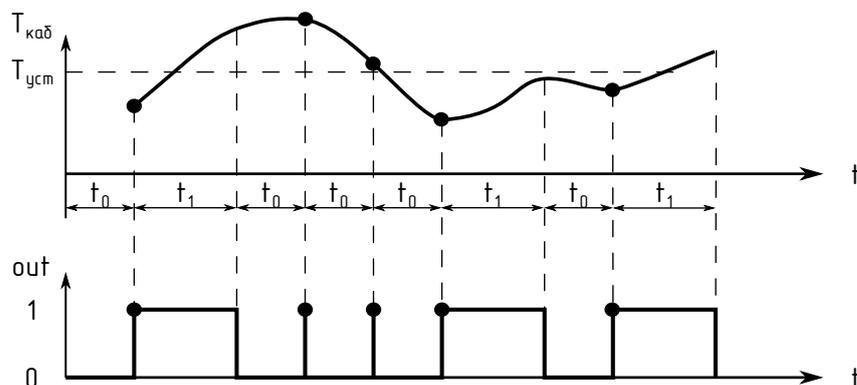

Рисунок 2.5 – Режим работы «По току саморегулирующегося кабеля»
- «По току саморегулирующегося кабеля» («Cable Current»). Периодическое включение линии в зависимости от тока через саморегулирующийся греющий кабель (см. рис. 2.5). В выключенном состоянии линии с определенным интервалом ( $T_0$ ) производится измерение мгновенного тока путем подачи кратковременных импульсов напряжения в нагрузку. Из полученного значения косвенно вычисляется температура кабеля путем интерполяции значений тока и температуры, полученных при настройке данного режима. Это значение температуры сравнивается с уставкой температуры и принимается решение о необходимости включения линии на заданное время ( $T_1$ ).